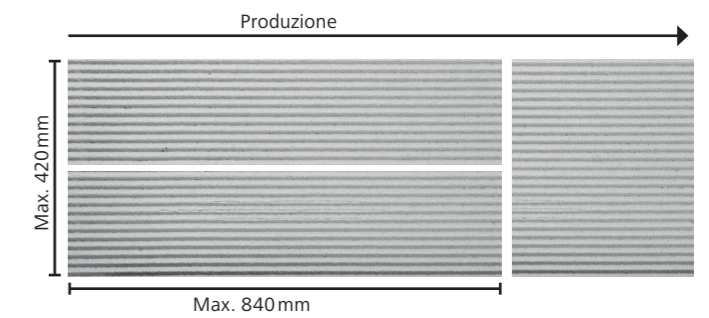

Fig. 4
- Il processo di produzione e le dimensioni da esso stabilite stabiliscono dei limiti di formato per le texture lineari (200, 250) e per l'applicazione di tonalità supplementari (lineari). I formati verticali con texture in senso orizzontale o tonalità supplementari sono possibili per una larghezza massima di 420 mm (vedi Fig. 4).